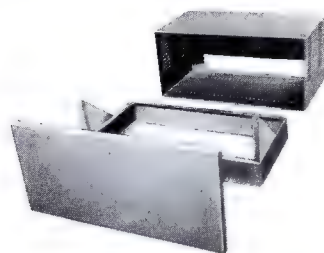

Bild 1.
Das Röhrenvoltmeter Teletest RV-11 (Bild 1) dient zum Messen von Gleich-, Wechsel- und Impulsspannungen sowie von Widerstandswerten. Der Skalenverlauf für Spannungsmessungen ist nahezu logarithmisch. Die Ablesegenauigkeit bei den Anfangswerten ist daher besser als sonst üblich.
Links: Bild 1. Service-Röhrenvoltmeter Teletest RV-11 der Firma Klein & Hummel
stor-Batterie, die eine Spieldauer von mindestens 50 Stunden bei ununterbrochenem Betrieb gewährleistet. Bild 1 zeigt das Äußere des Taschenempfängers, während Bild 2 nach Abnahme der Rückwand die Spezial-Miniaturbauteile und die durchkonstruierte Raumausnutzung erkennen läßt.
**Breitenstein - Metallgehäuse.** Die hammerschlag-lackierten Stahlblechgehäuse des Unternehmens haben sich wegen ihres überlegten und stabilen Aufbaus sehr schnell einen großen Abnehmerkreis gesichert. Sie eignen sich zum Einbau für Meß- und Betriebsgeräte aller Art und die Type 15000-3 (Bild 1) dürfte schon man-